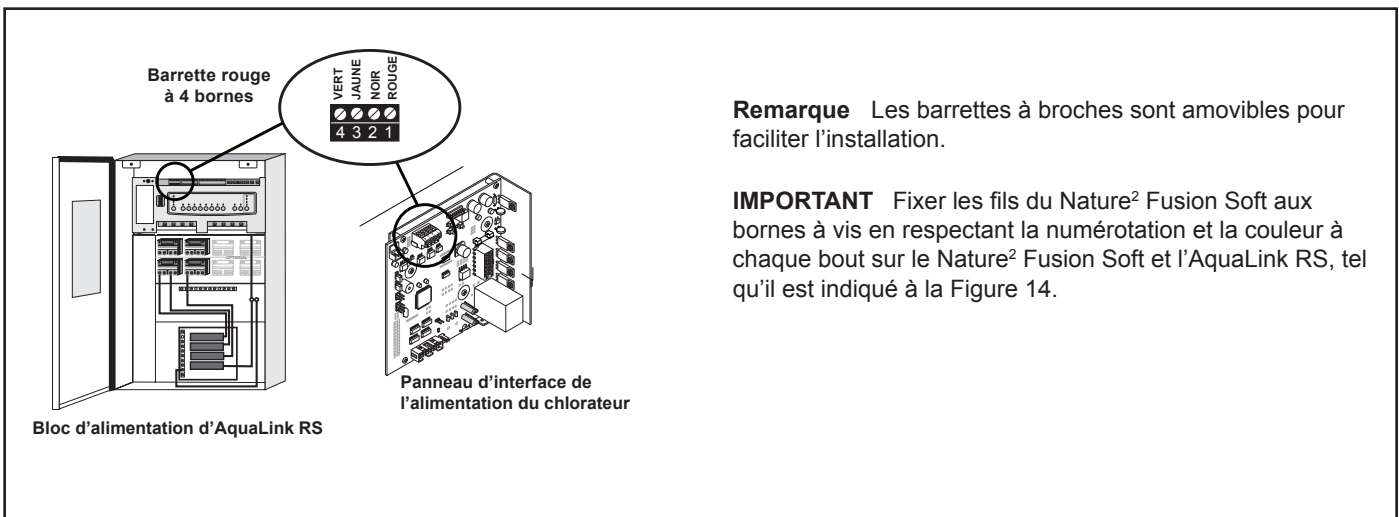

Figure 14. Câblage du centre de contrôle du Nature2 Fusion Soft au système de contrôle AquaLink RS
L'AquaLink RS and le Nature2 Fusion Soft utilisent des liaisons à quatre (4) fils pour communiquer, et peuvent être reliés jusqu'à une distance maximale de 152 m (500 pi). Tout câble à quatre (4) conducteurs extérieur, de 22 AWG minimal (0,326 mm2) peut être utilisé. Repérer les bornes à vis sur la carte de circuit imprimé, tel qu'il est indiqué à la Figure 14. Câbler la barrette à bornes à 4 broches rouges du Nature2 Fusion Soft à la barrette à bornes à 4 broches rouges de l'AquaLink RS.